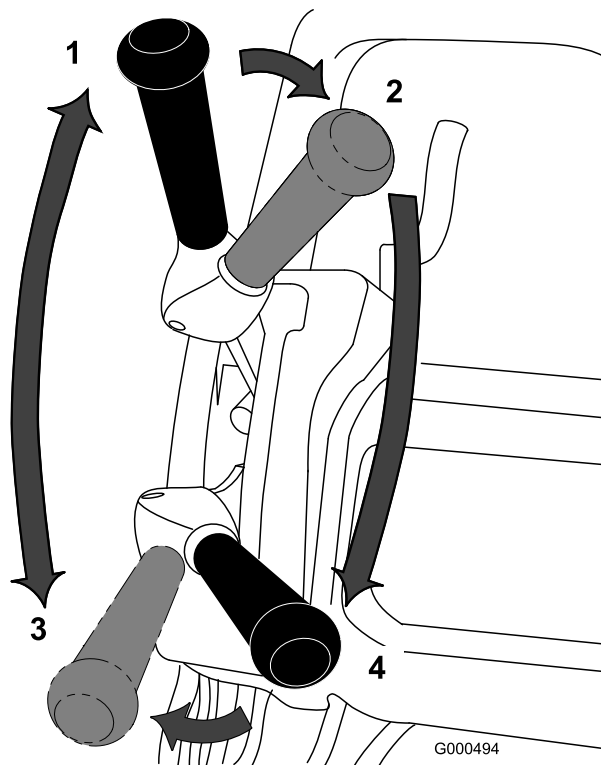

Figure 23
1. Démarrez le moteur, réduisez le régime moteur, appuyez sur le guidon pour lever l'unité de coupe, appuyez sur la commande de présence de l'utilisateur, amenez les leviers de commande de déplacement et d'engagement du cylindre en position AVANT (transport) et transportez la machine à la lisière du green (Figure 23).
2. Placez le levier à la position POINT MORT (Figure 23).
3. Amenez le levier de commande de déplacement à la position POINT MORT et le levier de commande du cylindre à la position DÉSENGAGÉE (Figure 23).
4. Amenez le levier de commande de déplacement en position AVANT et le levier de commande du cylindre en position ENGAGÉE (Figure 23), augmentez le régime moteur jusqu'à ce que la machine se déplace à la vitesse voulue, puis conduisez la machine jusqu'au green, abaissez l'unité de coupe au sol et commencez à tondre.